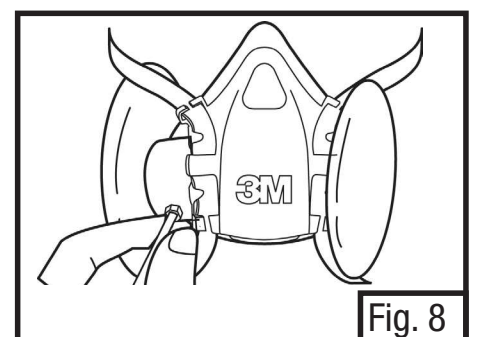

Fig. 8
11. Encaixe a mangueira amostradora do equipamento de medição quantitativa no encaixe externo do adaptador 601. (Fig. 8)